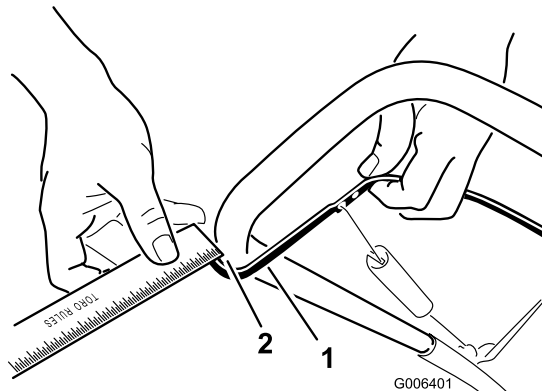

Bild 25
Bewegen Sie den Schaltbügel zum Griff, sodass der Bowdenzug straff ist (Bild 25).
Hinweis: Stellen Sie sicher, dass ein Abstand von 2 bis 3 mm zwischen dem Schaltbügel und dem Griff vorhanden ist (Bild 25).
- Setzen Sie die Z-Befestigung in ein höheres oder niedrigeres Loch, um den Abstand von 2 bis 3 mm zwischen dem Schaltbügel und dem Griff zu erhalten (Bild 25).